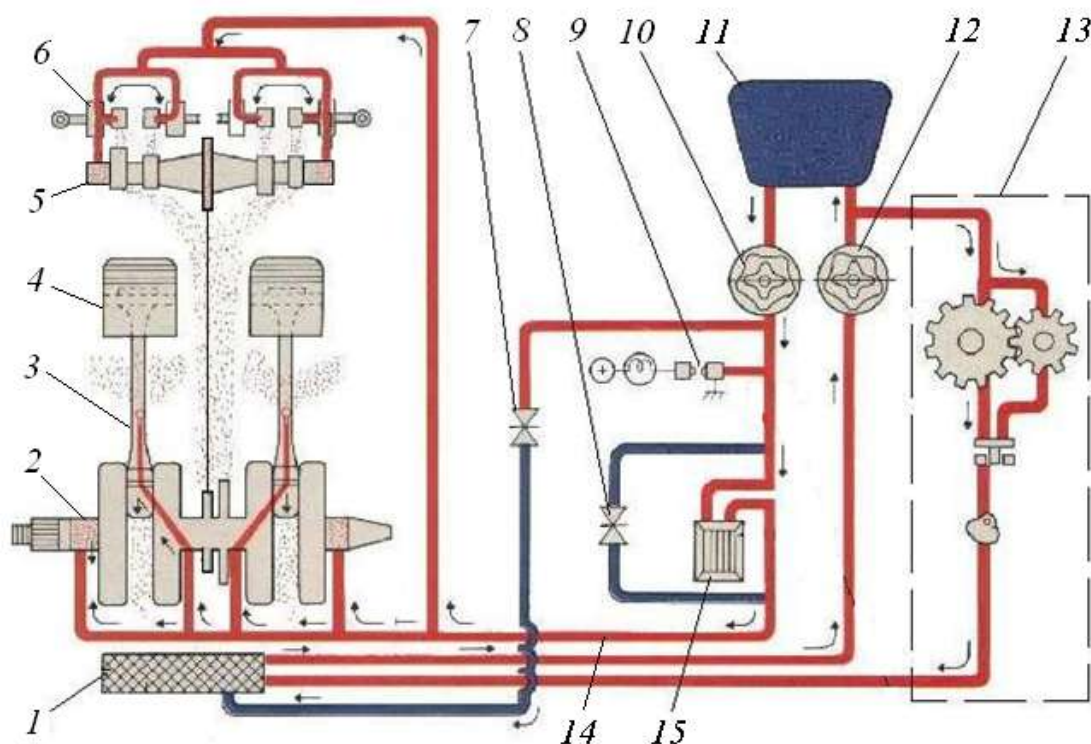

Рисунок 2 – Схема комбинированной системы смазки ДВС с сухим картером
1. Описать устройство комбинированной системы смазки ДВС с сухим картером (рис. 2). Перечислить факторы, влияющие на величину давления в системе.